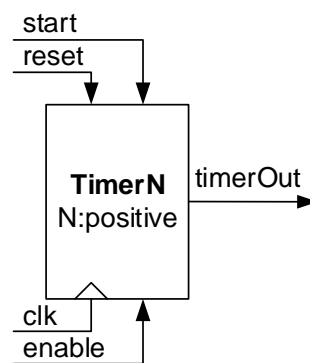

Figura 6 – Interface do módulo “TimerN”.
2. Construa em VHDL um temporizador em que a saída é ativada após o disparo do temporizador e desativada após ter decorrido o intervalo de tempo  $N \times T$ , com N programável estaticamente e sendo T o período do sinal de relógio aplicado ao temporizador. A interface do temporizador é apresentada na Figura 6. O registo de contagem deve ser de 32 bits (baseado no tipo de dados `integer` em VHDL).